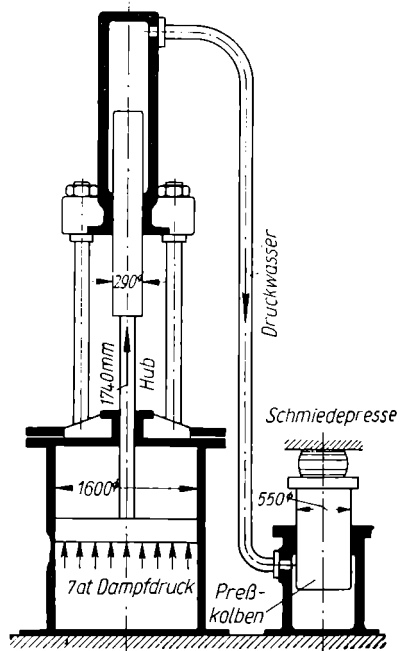

Bild 192
5. Das Druckwasser für den Betrieb einer **Schmiedepresse** wird durch einen „Druck-übersetzer“ nach Bild 192 erzeugt: Ein Dampfkolben von 1600 mm Durchmesser mit 7 at Dampfüberdruck treibt einen Tauchkolben von 290 mm Durchmesser. a) Wie groß ist der vom Tauchkolben erzeugte Wasserdruck, wenn der Verlust infolge Reibung 3% beträgt? b) Welche Kraft übt der Kolben der Schmiedepresse von 550 mm Durchmesser aus bei weiteren 2% Druckverlust? c) Welchen Hub erhält der Kolben der Schmiedepresse, wenn der Hub des Dampfkolbens 1740 mm beträgt?